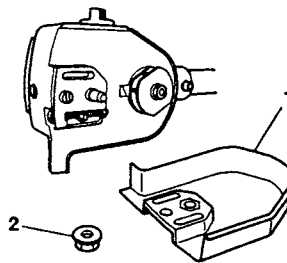

Fig.2-3
1. Remove chain bar clamp nut (2).
2. Remove the side case (1). (Fig.2-3)
1. Retirer l'écrou (2) de blocage du guide de chaîne.
2. Retirer le carter latéral (1). (Fig. 2-3)